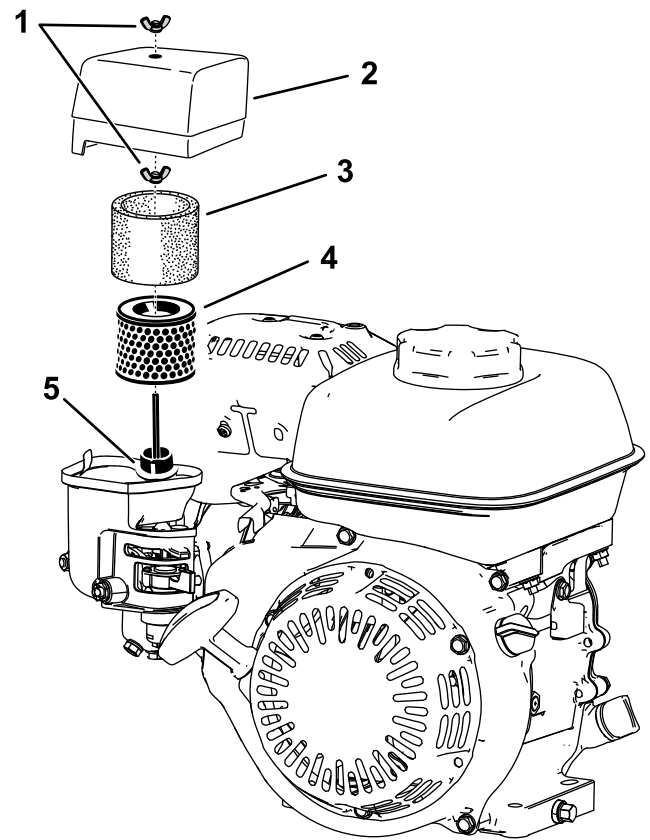

Figura 31
2. Retire la tuerca de orejeta que fija la cubierta del limpiador de aire (Figura 31).